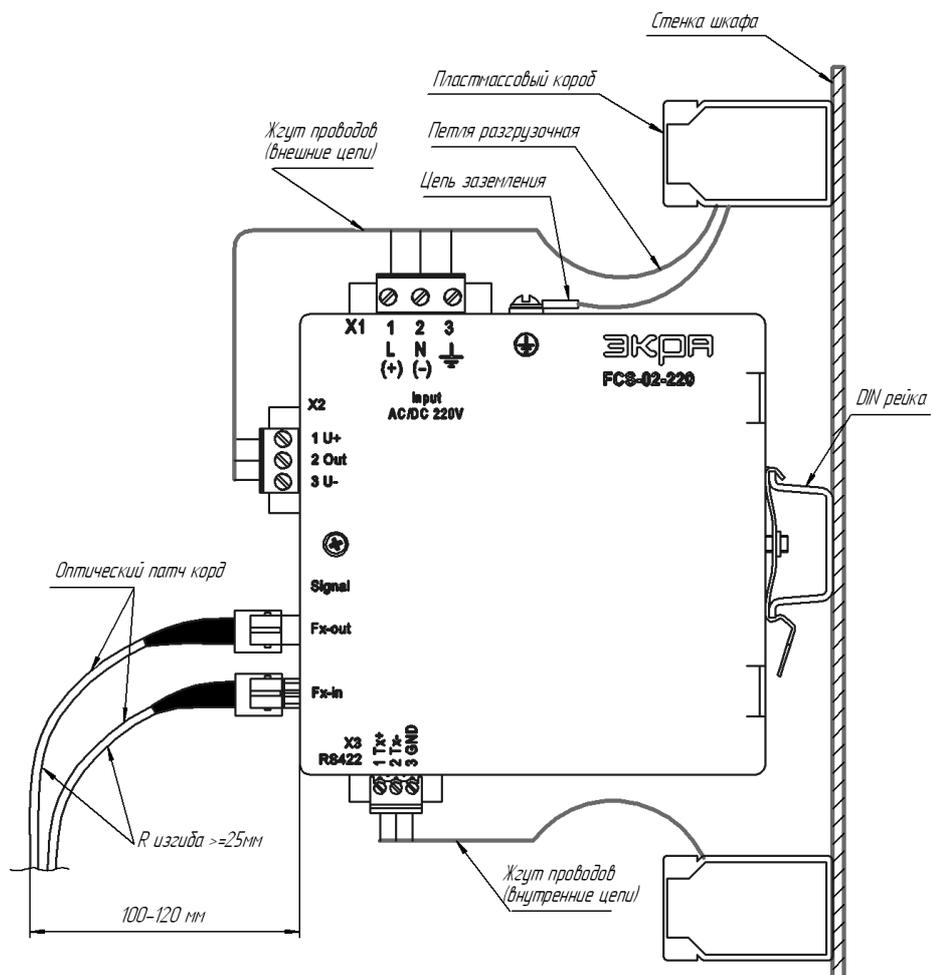

Рисунок 3. Типовой вариант размещения конвертера на DIN рейке.
1.5 При расположении конвертера внутри шкафа следует учитывать, что для оптических разъемов FI, FO требуется $100\div 120$ мм свободного пространства для удобства снятия/установки кабельных частей, а также обеспечения заданного радиуса изгиба используемого оптического кабеля (см. рисунок 3). При подключении ответных разъемов необходимо соблюдать осторожность, так как при недопустимо малом радиусе изгиба можно повредить оптический кабель. Примечание: оптические кабели обычно монтируются непосредственно на объекте.
1.6 Для удобства снятия разъемов X1-X3 рекомендуется обеспечить не менее 50 мм длины проводов между изделием и кабель каналом. Шлейф проводов для удобства снятия разъемов лучше выполнить петлей с радиусом сгиба не менее 10мм (см. рисунок 3). Разъемы имеют винтовые крепления, соответственно следует предусмотреть доступ инструментом для откручивания винтов без снятия изделия с рейки.